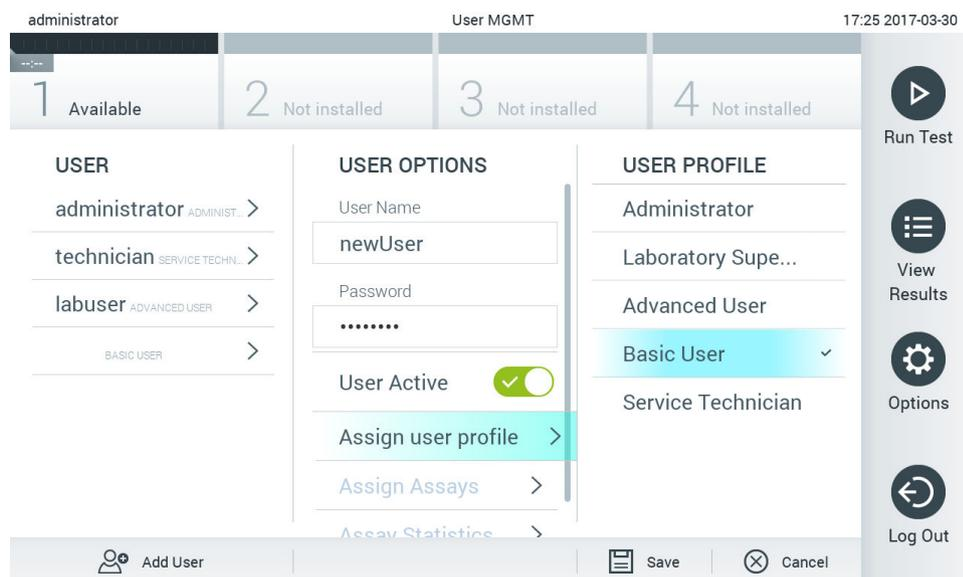

図 65.ユーザープロフィールを新規ユーザーに割り当てる。
4. Assign User Profile（ユーザープロフィールを割り当てる）を押し、新規ユーザーに適切なユーザープロフィールを（コンテンツエリアの右側のリストから）割り当てます（図 65）。